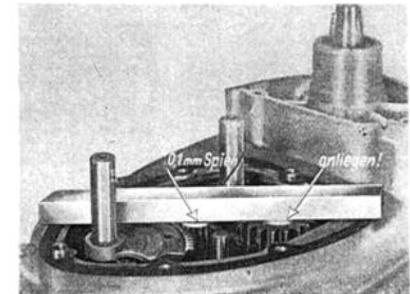

Bild 125. Prüfen des Axialspiels von Kurvenwalze und Vorgelegewelle
29. Lineal so auf Gehäuseänder auflegen, wie Bild 125 zeigt.